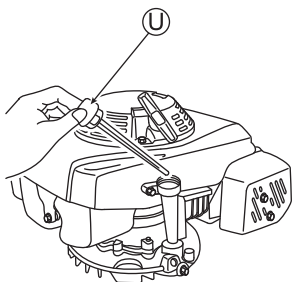

Fig. 8
- 1 Remova a tampa do tanque de óleo (U), puxe o indicador e volte a inseri-lo sem rosquear. (Veja a fig. 8)
- 2 Remova a tampa do tanque de óleo (U) e verifique se o nível está entre os limites inferior e superior do indicador.
- 4 Feche firmemente a tampa do tanque de óleo (U) depois da verificação.